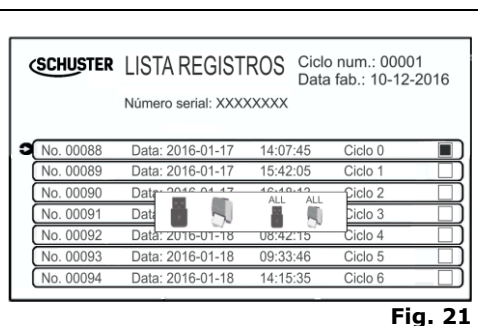

Fig. 21
- 7 – Pressionar novamente o botão confirmar/início  por 5 segundos para que o menu de **cópia ou impressão** surja na tela (Fig. 21). Selecionar a opção desejada e confirmar com o botão ;